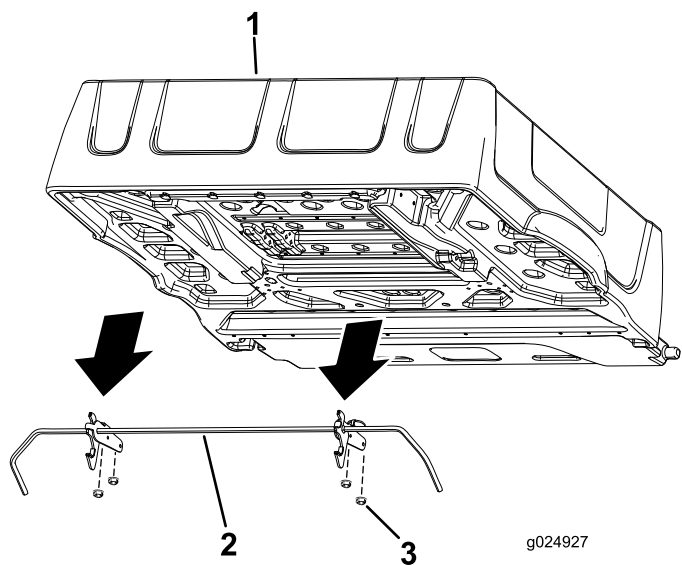

Figura 4
7. Retire las 4 tuercas con arandela prensada que fijan los soportes de la varilla de cierre a la parte inferior de la plataforma (Figura 4).